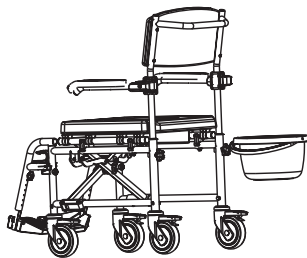

Fig.18
- Colocar el balde por el lado posterior de la silla para haciéndolo desplazar por las guías (Fig.18).